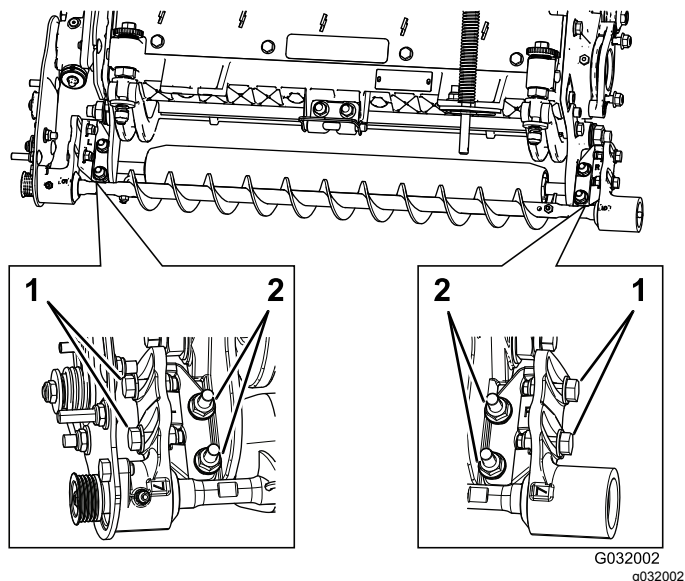

図 11
- A. ローラブラシ取り付けブラケットをカuttingユニットのサイドプレートに固定しているフランジナット2個をゆるめる 図 11。
- B. ブラシプレートがカuttingユニットのサイドプレートに平行になるまでローラブラシベアリングハウジングを回転させる 図 11。
- C. ローラブラシ取り付けブラケットをカuttingユニットのサイドプレートに固定しているフランジナット2個を締め込む 図 11。
1. 各ローラブラシベアリングハウジングをローラブラシ取り付けブラケットに固定しているボルト2本をゆるめる 図 11。